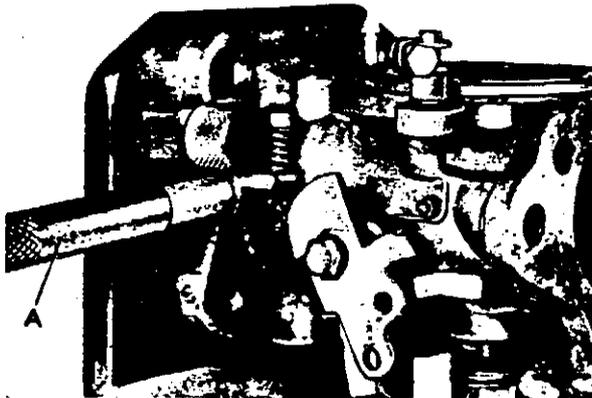

Abb. 21 Einpressen der Buchse
4. Nach Beendigung des Aufreibens ist der Bolzen des Ständers 90° zu drehen, so daß er innen im Vergasergehäuse den Anschlag für die Buchsen bildet, wonach die Buchsen mit Dorn SVO 2402 eingetrieben werden (Abb. 21).